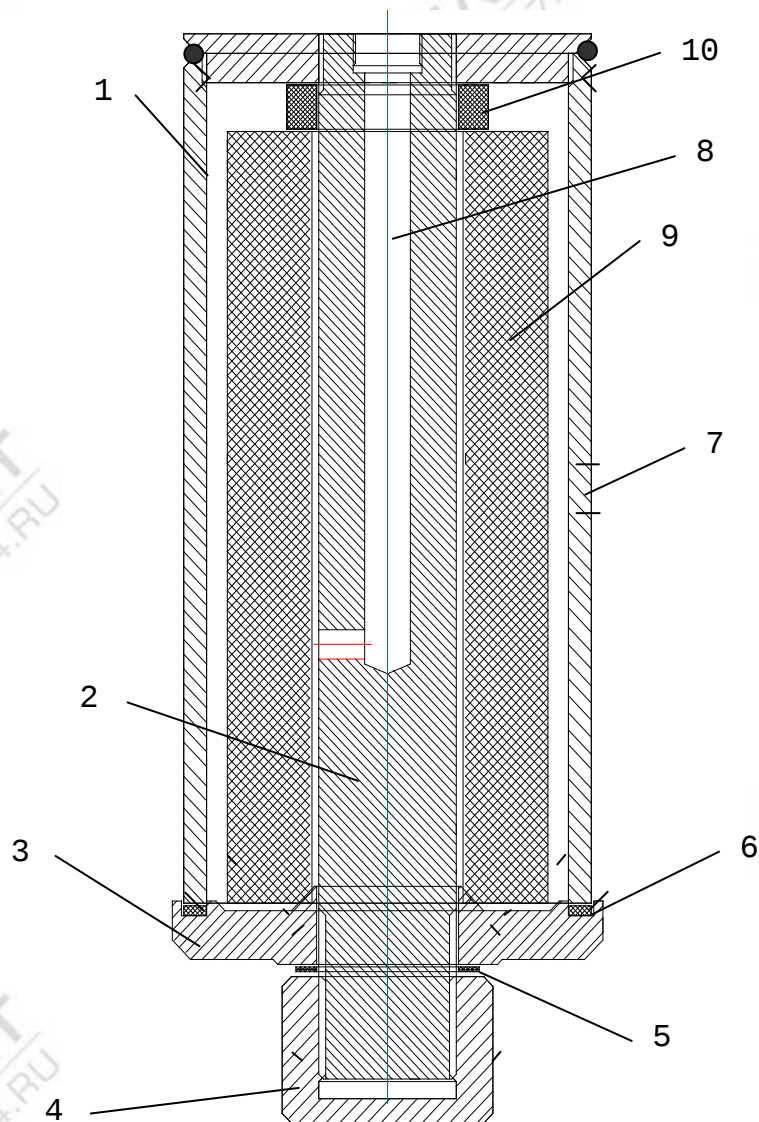

Рис. 8 Фильтр
Фильтр (рис.8) предназначен для очистки сжиженного газа от механических примесей. Фильтр состоит из сварного корпуса (1) цилиндрической формы, центрального стержня (2), предназначенного для крепления нижней крышки фильтра (3) гайкой (4) через резиновое уплотнительное кольцо (5), в крышке установлено резиновое уплотнительное кольцо (6), сжиженный газ поступает в фильтр через отверстие (7), выходит через отверстие в центральном стержне (8), в который вкручена трубка с гайкой для подсоединения ТПР. Фильтрующий элемент (9) – стандартный (фильтр очист-